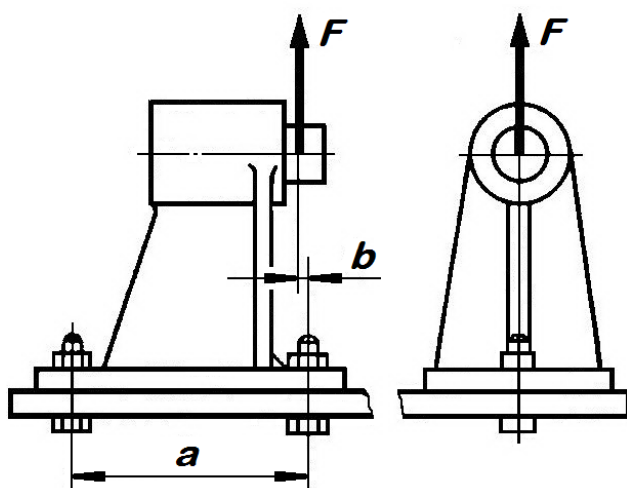

Рис.5
1. Рассчитать болты, которыми стойка прикрепляется к плите (рис.5), по данным табл. 4.